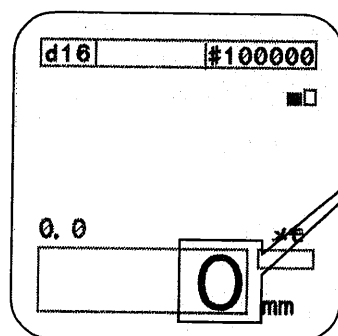
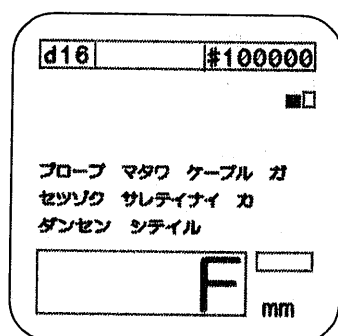

図2
図3
- 続いて図2が表示されます。
\* 図2が表示されず、図3が表示される場合があります。
- 図3が表示された場合は、一度電源を切り、再度ケーブルを接続し直し、電源を立上げてください。